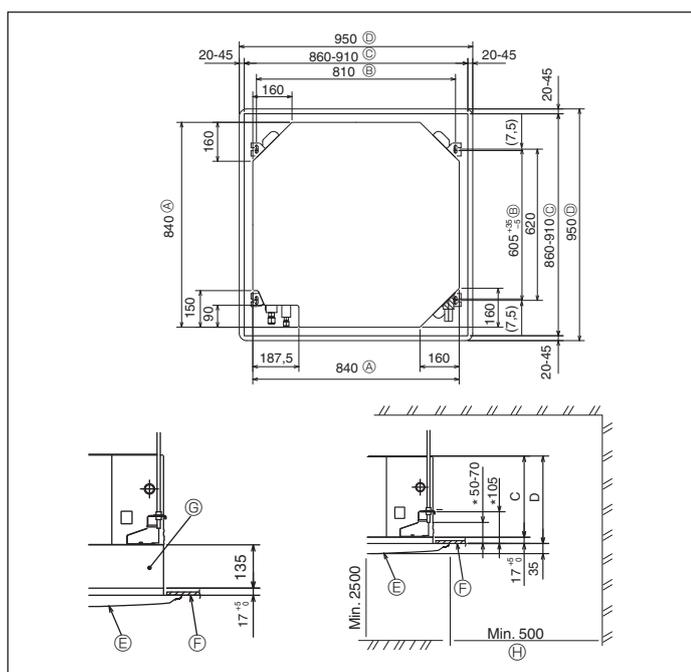

Fig. 3-2
### 3.2. Taköppning och installationsplatser för upphängningsbultar (Fig. 3-2)
- Måtten på taköppningen kan regleras inom området visat i Fig. 3-2; så centrera huvudenheten mot taköppningen och försäkra att respektive motsatta sidor på alla sidor om spelrummet mellan dem blir identiska.